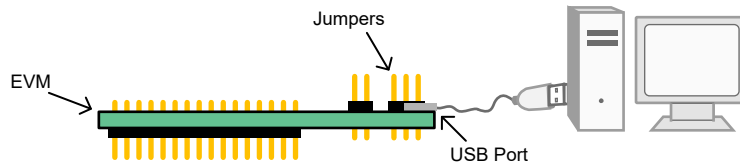

图 2-3. 硬件设置
USB 连接生成 5V 电源，用作 DAC 电源电压 (VDD)。板载控制器为控制器生成的输入/输出 (IO) 信号生成 3.3V 电源。这些 IO 信号电平转换为 DAC 的 VDD 电压。图 2-3 显示了系统硬件设置。